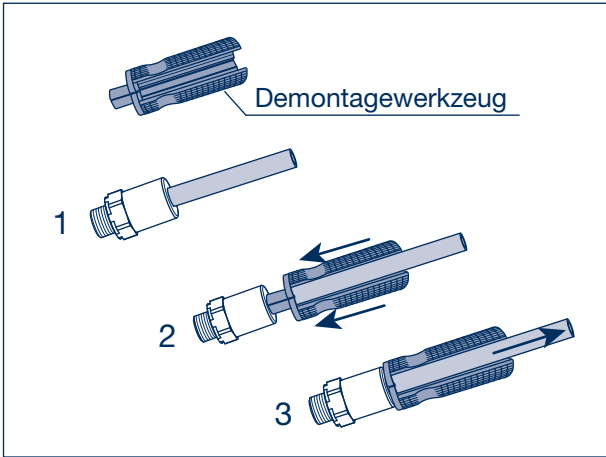

Bild 53
- [7] Druckluftschlauch von der Verschraubung trennen. (Zum Lösen wird ein Demontagewerkzeug zwischen Rohr und Haltering eingeführt und das Rohr kann aus der Hülse gezogen werden, siehe Bild 53.)